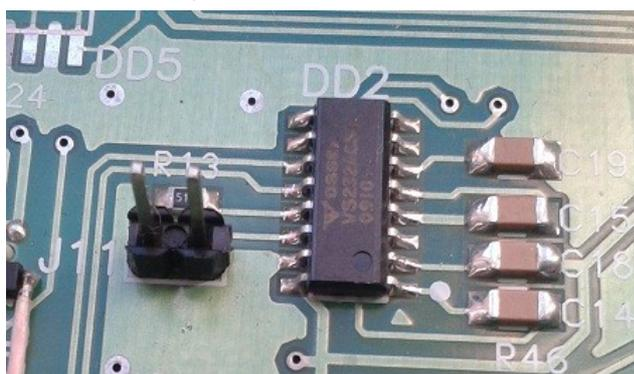

рис. 18
- Откройте крышку и установите перемычки на штырьки RS232T и RS232R, а также установите перемычку на штырьки J11, около микросхемы DD2. См. Рис. 18